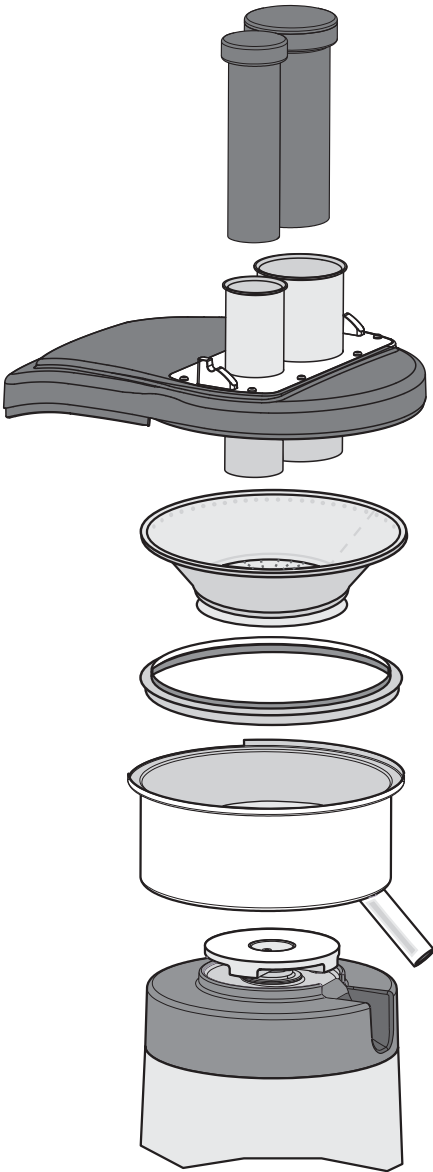
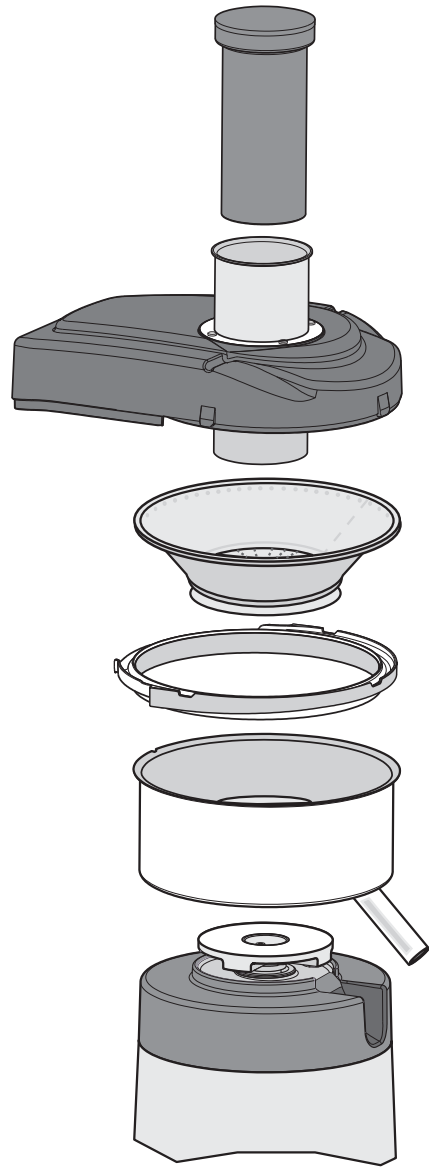

Fig. 9
Fig. 10
-  **La primera vez que se utiliza:** enjuagar con agua corriente todos los elementos de contacto con los alimentos: el empujador, la tapa, el cesto, el recipiente, el contenedor de residuos y el retentor de pulpa (para desmontar los componentes véase Fig. 9, Fig. 10 y Fig. 11).
Para desmontar estos componentes, desenganchar la manilla de cierre y sacar los componentes en el siguiente orden: el empujador, la tapa, el filtro, el retentor de pulpa y el recipiente (Fig. 9, Fig. 10). Montar en el orden contrario prestando atención que: se posicionen el pico vertedor del zumo en la correspondiente sede de la carrocería, se posicione correctamente el retentor de pulpa, el filtro en el recipiente, verificando el correcto posicionamiento del arrastrador del filtro en el rotor y colocar la tapa en el recipiente.